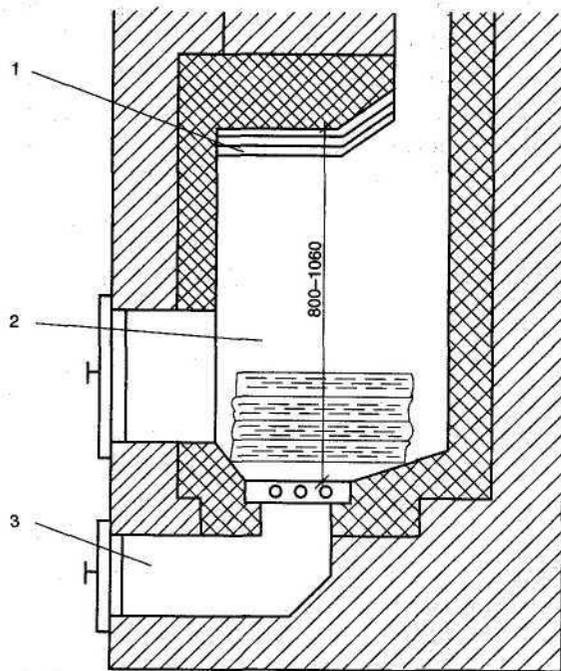

Рис. 15. Топка для дров (размеры в мм):
**Топка** — это, безусловно, сердце печи. Она представляет собой камеру, где сгорает топливо (рис. 15).